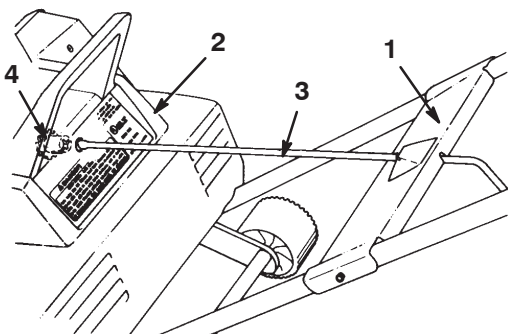

Figure 3
5. Placez la plaque de montage sur les tubes (Fig. 3). Alignez les trous de la plaque de montage et les trous des tubes supérieur et inférieur.
6. Insérez l'extrémité de la manivelle de l'éjecteur dans le trou du carénage. Tournez **légèrement** la bielle de la manivelle jusqu'à ce que l'extrémité plate s'engage dans le pignon. Poussez fermement la bielle dans le pignon jusqu'à ce qu'elle s'enclenche en position (Fig. 3 et 4).